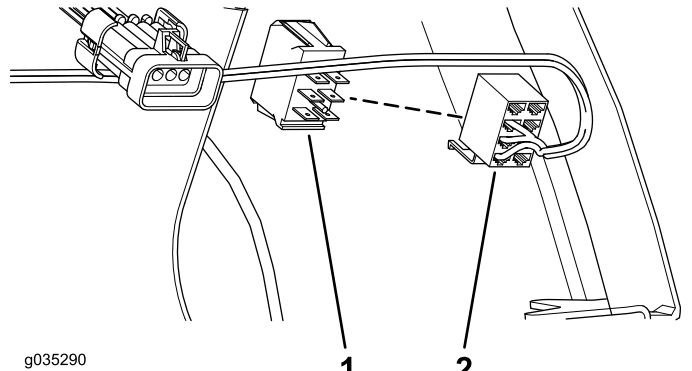

Bild 9
- Schließen Sie den Buchsenstecker am Kabelbaum an den Kippschaltersteckern an (Bild 9).